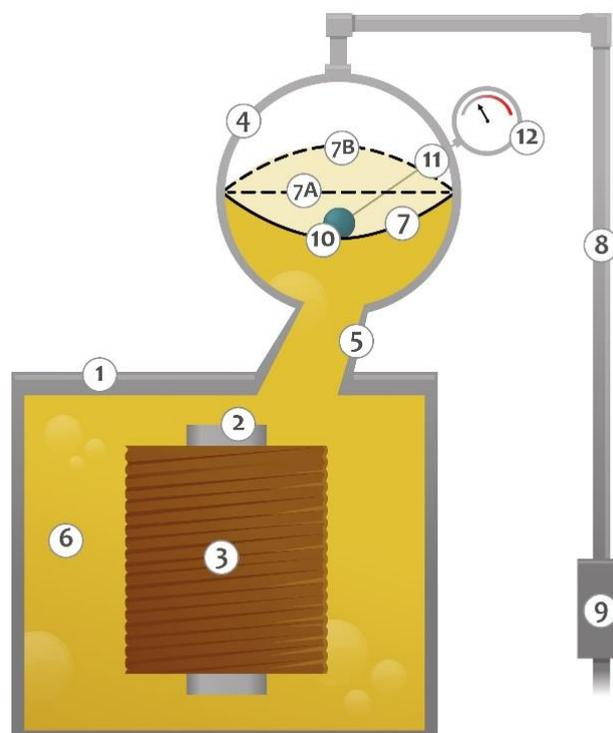

Figura 1 - Sistema de selagem com o uso de membrana
Esse sistema de selagem é ilustrado na Figura 1, onde se observa um transformador ou reator composto de um tanque principal (1), no interior do qual estão alojados o núcleo magnético (2) e os enrolamentos (3). Ao tanque principal (1) está interligado o tanque de expansão (4) através da tubulação de interligação (5), estando todo o conjunto preenchido por óleo isolante (6). No interior do tanque de expansão (4) é instalada a membrana de borracha (7), que se movimenta (7A e 7B) seguindo o nível do óleo (6). A parte superior da membrana de borracha (7) está em contato com o ar atmosférico por meio da tubulação de ar (8) e do dispositivo desumidificador de ar (9). Na parte superior da membrana de borracha (7) é apoiada uma roda ou rolo (10) que é acoplado através de uma haste (11) a um indicador de nível de óleo de ponteiro (12).